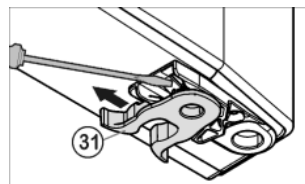

Fig. 10
- ▶ Federklemme Fig. 10 (31) umsetzen: Rastnase runterdrücken, Federklemme darüber hinweg abziehen.